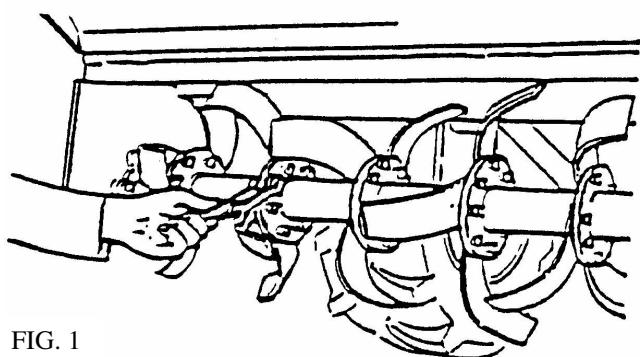

FIG. 1
- Verificare il serraggio dei bulloni che fissano le zappe al rotore ( vedere fig. 1).